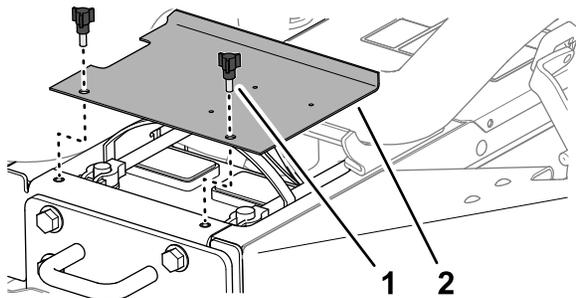

Figure 53
1. Ouvrez les loquets sur les côtés gauche et droit du capot (Figure 53).